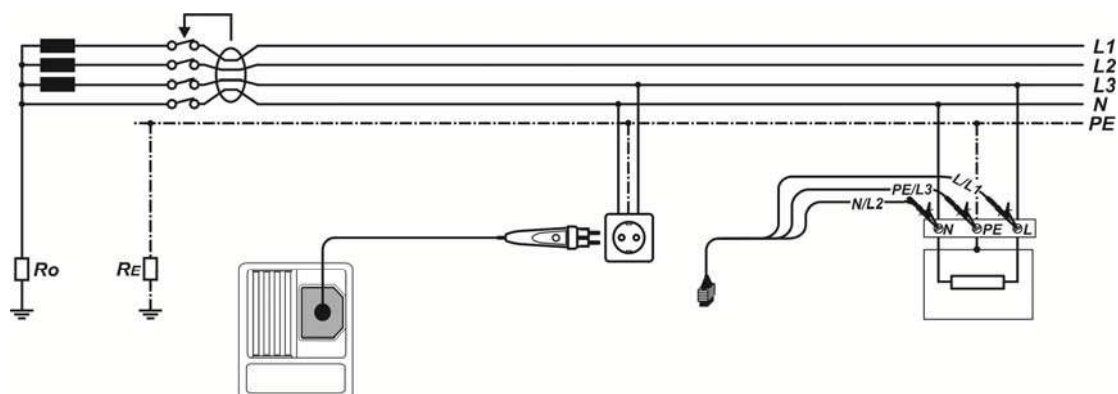

Рисунок 5.13: Подключение щупельного щупа «plug commander» и 3-проводного тестового кабеля
- **Подключите** измерительные щупы к тестируемому устройству (см. Рисунок 5.13: Подключение щупельного щупа «plug commander» и 3-проводного тестового кабеля
- Подключите** измерительные щупы к тестируемому устройству (см. Рисунок 5.13: Подключение штепсельного щупа «plug commander» и 3-проводного тестового кабеля
<ul style="list-style-type: none"> <li><input type="checkbox"/> Выберите функцию RCD при помощи кнопок переключателя функций.</li> <li><input type="checkbox"/> Выберите подфункцию AUTO. Классификация результатов измерения <math>I_{sc}</math> УЗО будет осуществляться одновременно с сохранением. Автоматическая проверка AUTO осуществляются одинаково независимо от выбранной подфункции. Тем не менее, важно выбрать соответствующую подфункцию, чтобы классифицировать правильно результаты измерений для учета в проверочной документации (отчетах об испытаниях).</li> <li><input type="checkbox"/> Установите тестовые параметры (при необходимости).</li> <li><input type="checkbox"/> Подключите испытательный кабель к прибору.</li> <li><input type="checkbox"/> Подключите измерительные щупы к тестируемому устройству (см. Рисунок 5.13: Подключение штепсельного щупа «plug commander» и 3-проводного тестового кабеля</li> <li><input type="checkbox"/></li> <li><input type="checkbox"/> Для проведения испытаний нажмите на кнопку ПРОВЕРКА (TEST).</li> </ul>	Начало испытаний